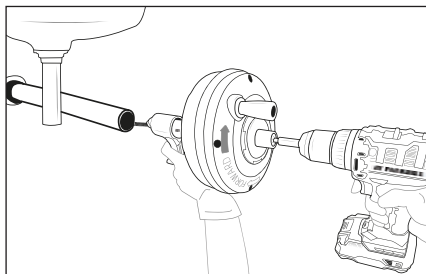

Fig. 3
- 8) Controllare se l'apparecchio possa essere mantenuto ad una distanza di massimo 10 cm dall'apertura dello scarico. Una distanza maggiore dall'apertura di scarico aumenta il rischio che la spirale ⑧ si torca o si pieghi. Se la distanza è maggiore, è necessario prolungare l'apertura di scarico con tubi e raccordi di dimensioni uguali, in modo che l'apparecchio possa essere collocato a massimo 10 cm davanti ad essa (vedere fig. 3). Se la spirale ⑧ non viene sostenuta a sufficienza, può piegarsi, torcersi o danneggiarsi oppure ferire l'utilizzatore.
- ▶ Seguire le istruzioni per l'uso per ridurre il pericolo di lesioni causate da torsione o rottura della spirale ⑧, colpi di frusta delle estremità della spirale, rovesciamento dell'apparecchio, sostanze chimiche, infezioni e altre cause.
- 7) Ruotare il tamburo **2** in senso orario (riconoscibile dalla freccia del lato posteriore del tamburo **2**, vedere fig. 3) e premere il grilletto **6**. Azionando il grilletto **6**, la spirale **8** viene introdotta nello scarico. È anche possibile far avanzare e indietreggiare rapidamente la spirale **8** tirando o spingendo avanti manualmente il tamburo **2**.